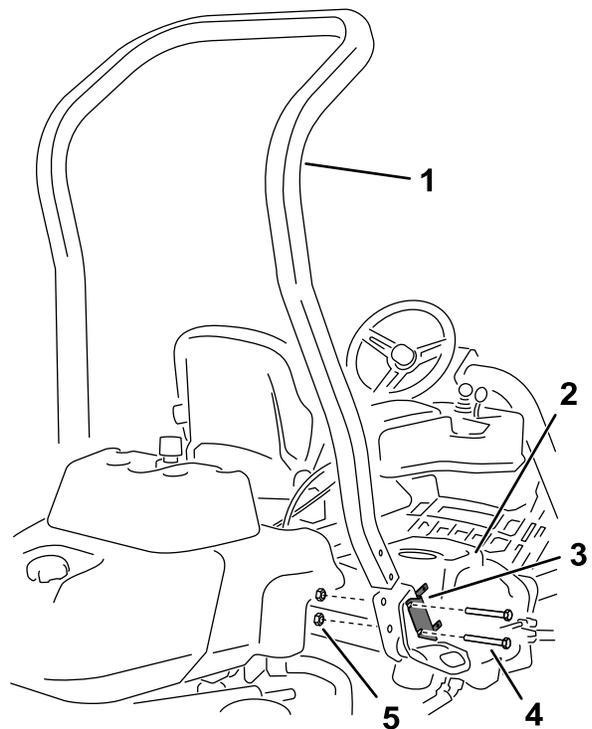

図 3
4. 図3に示すように、ヒューズブロックブラケットをROPSポケットに固定しているボルト2本を外す。